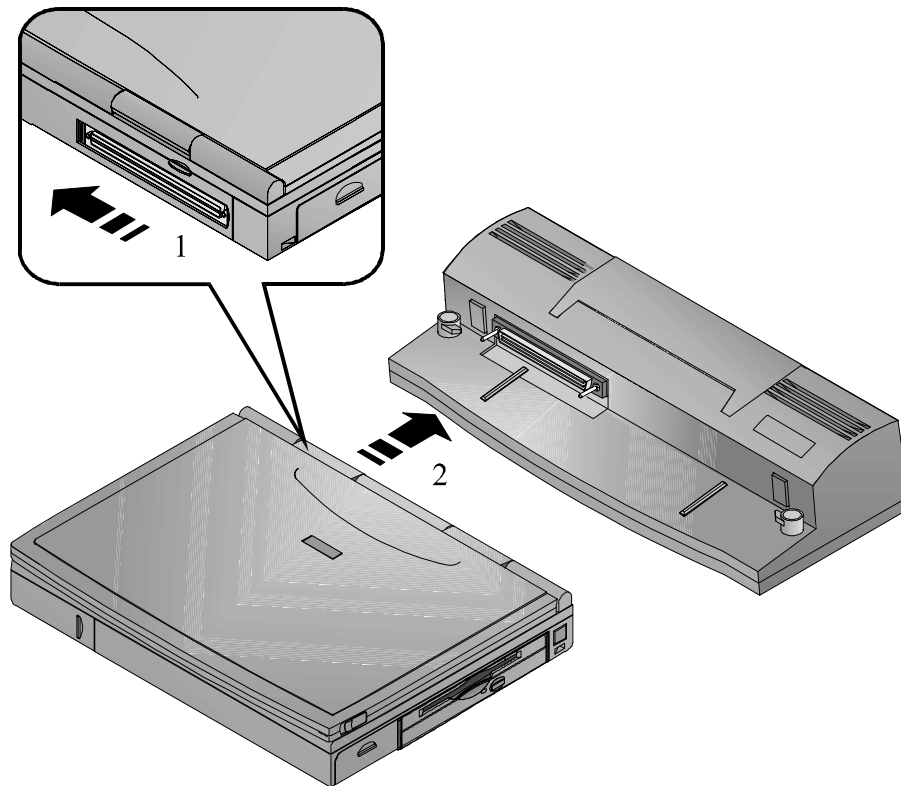

Figure 6-13 : connexion du notebook au réplicateur de port Minidock
Les figures 6-13 et 6-14 vous serviront de support visuel aux instructions suivantes. Elles vous aideront à connecter le notebook au réplicateur de port Minidock.
1. Repérez le port à 240 broches sur le côté avant gauche du Minidock. Repérez le connecteur à 240 broches à l'arrière du notebook. Il est dissimulé sous un volet en plastique. Faites glisser le volet vers la gauche jusqu'à ce qu'il s'enclenche dans une position ouverte (figure 6-13, étape 1).
2. Notez la présence de deux rails, de part et d'autre de la plate-forme d'accueil. Ces rails correspondent aux deux sillons situés sous le notebook, de chaque côté. Placez le notebook sur le Minidock en alignant les rails avec les sillons (figure 6-13, étape 2).
2. Connectez le notebook au réplicateur de port et mettez le tout sous tension. Reportez-vous aux figures 6-13 et 6-14 et aux instructions correspondantes pour vous assurer que le notebook est correctement connecté au réplicateur de port.